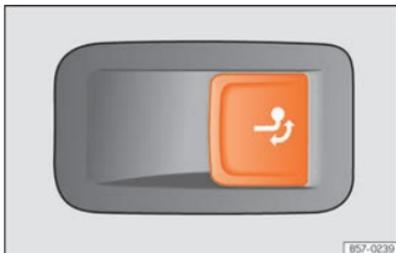

Abb. 184 Auf der rechten Seite im Gepäckraum: Taste zur Entriegelung der Anhängerkupplung.
• Ziehen Sie kurz an der Taste »» (Abb. 184). Die Anhängerkupplung wird automatisch entriegelt und dreht selbsttätig heraus. Die Kontrollleuchte der Taste blinkt.
- Ziehen Sie kurz an der Taste »» (Abb. 184). Die Anhängerkupplung wird elektrisch entriegelt.
- **Drücken Sie keinesfalls die Taste »» (Abb. 184), wenn ein Anhänger oder ein Gepäckträger oder anderes Zubehör auf der Anhängerkupplung eingehängt ist.**